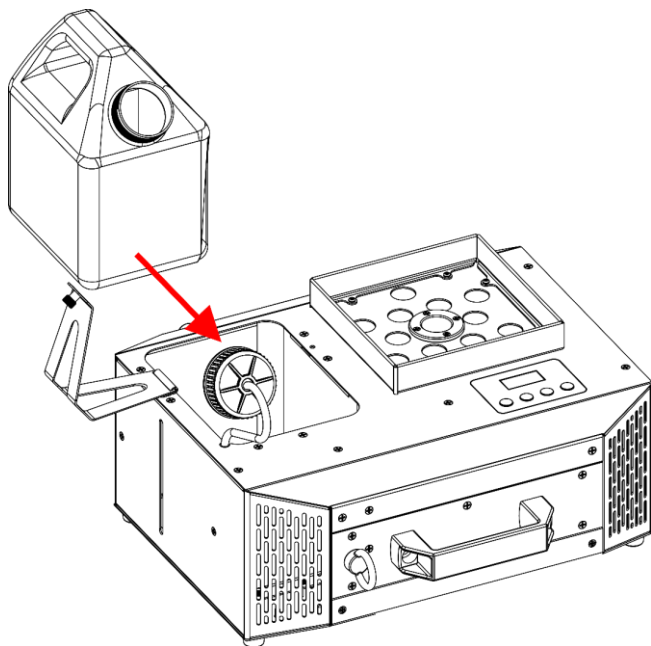

Fig. 44
- 09) Reinserire il **serbatoio del liquido (02)** nel dispositivo, come mostrato nella Fig. 44.